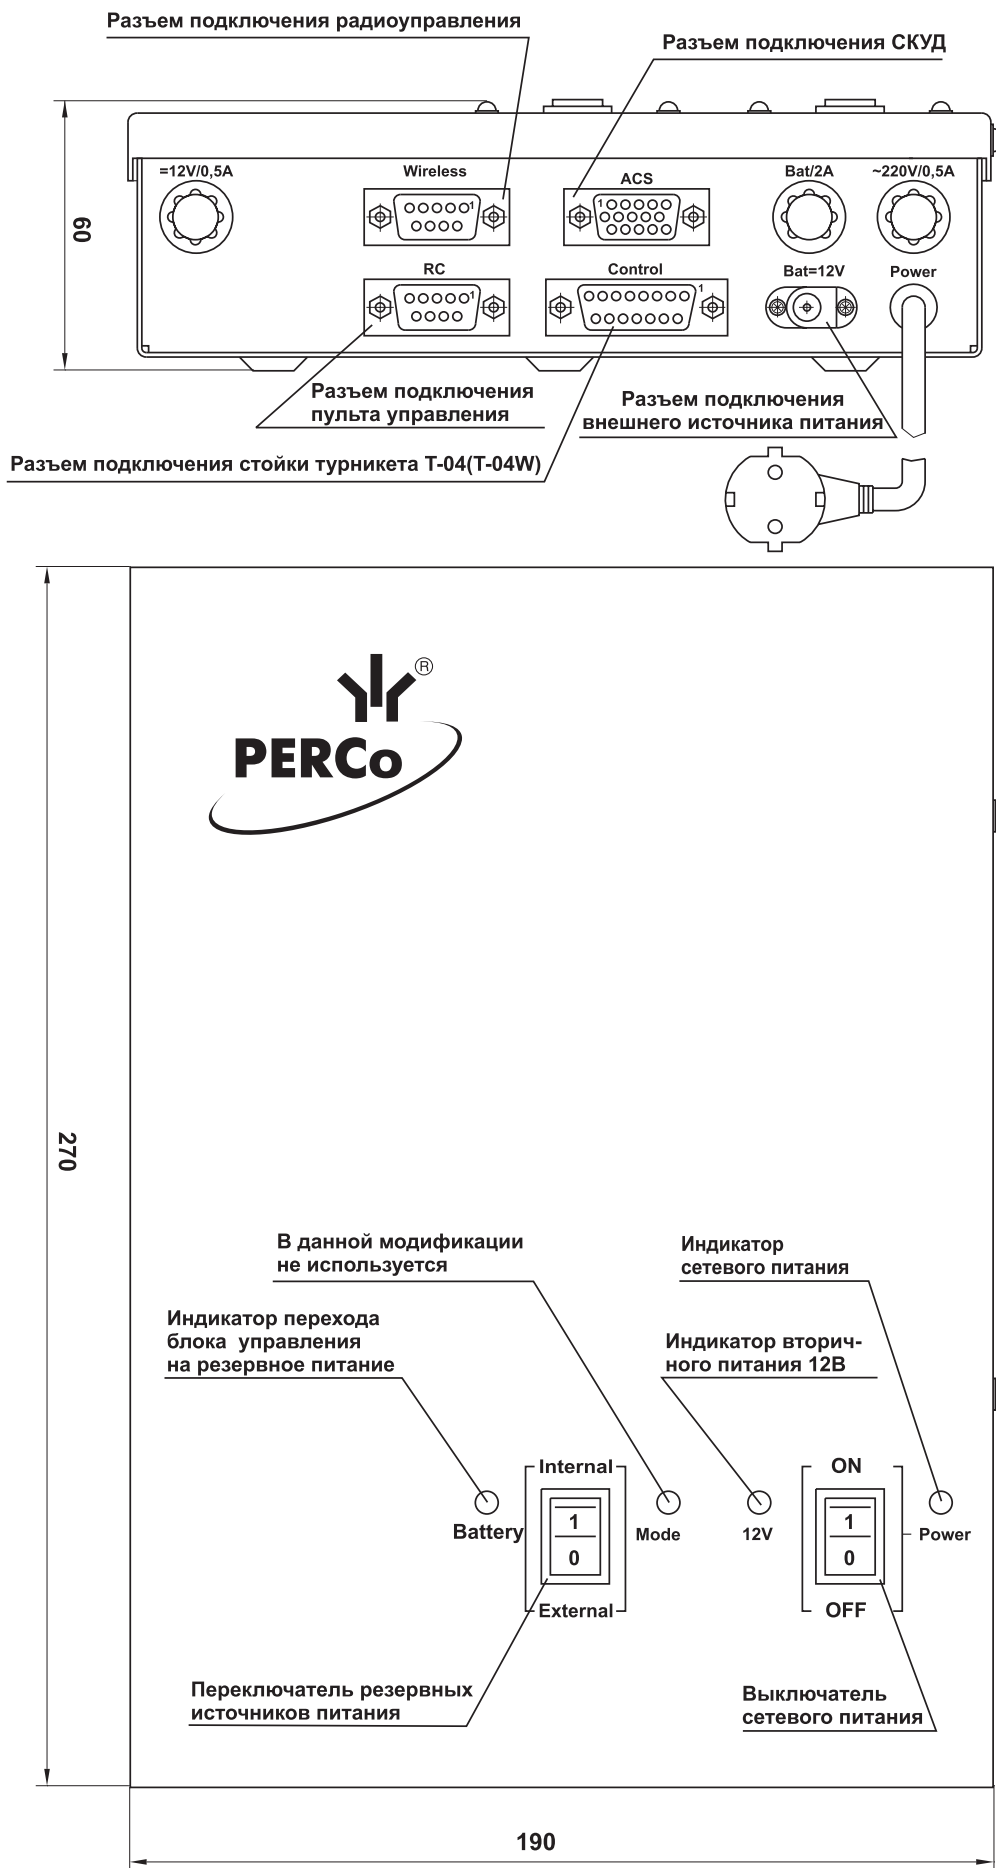

Рис. 2 Блок управления
5.2.4. Пульт управления выполнен в виде небольшого настольного прибора в корпусе из ударопрочного АБС пластика и предназначен для задания и индикации режимов работы при ручном управлении турникетом. Пульт управления подключается к блоку управления гибким многожильным кабелем (6) через разъем «RC» (см. рис. 2).
На лицевой панели корпуса пульта управления расположены три кнопки управления для задания режимов работы турникета. Над кнопками расположены индикаторы. Средняя кнопка (далее — кнопка **STOP**) предназначена для переключения турникета в режим «Запрет прохода». Левая и правая кнопки предназначены для разблокировки турникета в выбранном направлении. Изменить ориентацию пульта управления относительно установки стойки турникета (если по месту установки стойка турникета обращена к оператору не лицевой, а тыльной стороной) можно, переключив пульт управления на разъем «Wireless» блока управления (см. рис. 2). Пульт управления снабжен зуммером для формирования звуковых сигналов.
На лицевой панели блока управления (см. рис. 2) расположены следующие индикаторы: